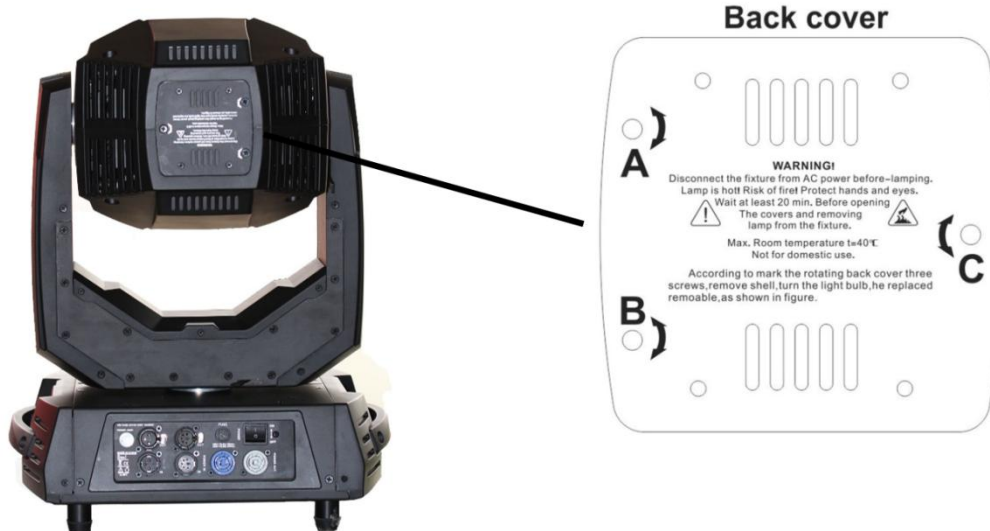

Figure 1 : Capot arrière
- Utilisez un tournevis pour dévisser les vis (A-B-C) pour ouvrir le capot arrière du luminaire. (Figure 1)